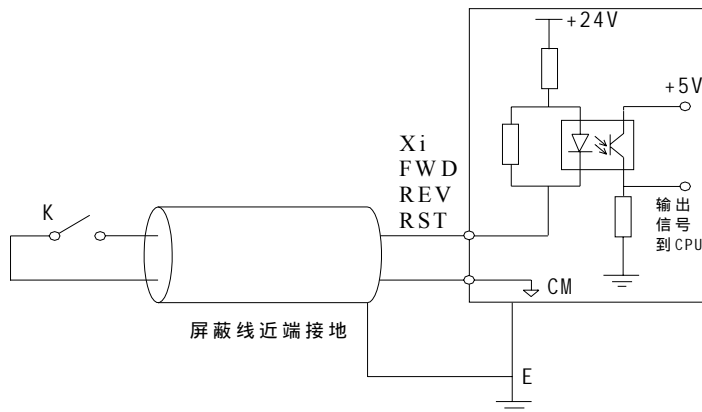

图 2-37 Xi、FWD、REV、RST 输入干接点接线示意图
2.12.6 X1~X7、FWD、REV、RST 输入干接点方式，Xi、FWD、REV、RST 输入干接点接线示意图如图 2-37 所示：